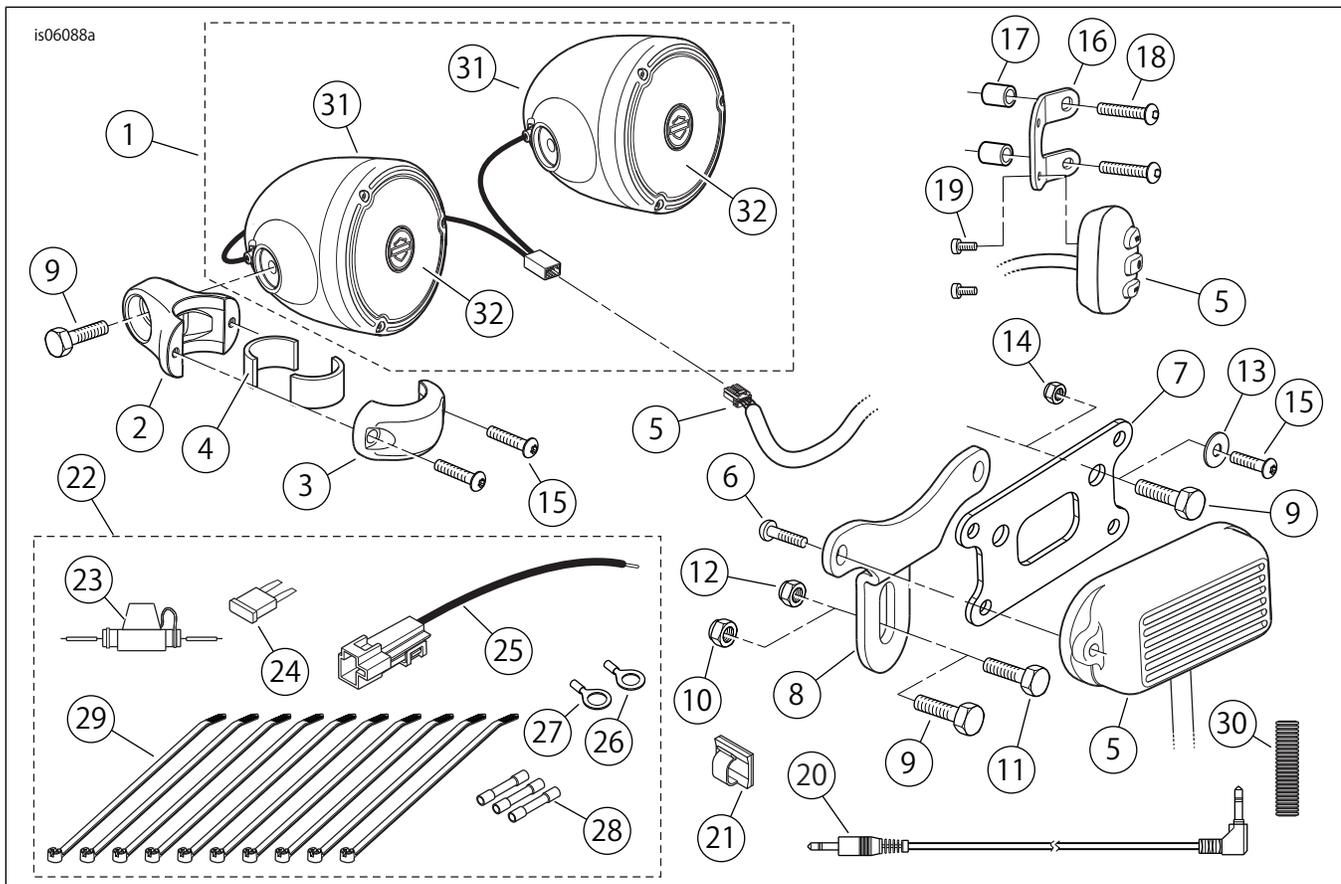

図7. 交換用パーツ、ハンドルバー装着スピーカーとアンプキット
13. 図7を参照してください。電気金具パックのリングターミナルを用意します。
5. 図7を参照してください。ハンドコントロールの3.5 mmコネクタは、ケーブルストラップでハンドルに固定するか、キットの粘着クリップ(21)でアッパートリプルランプかナセルに固定できます。クリップを使用する場合: